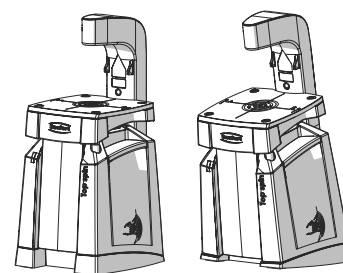

図 2
- ⇒希望の作業ポジションを選択して下さい、図2（5.4章を参照）。